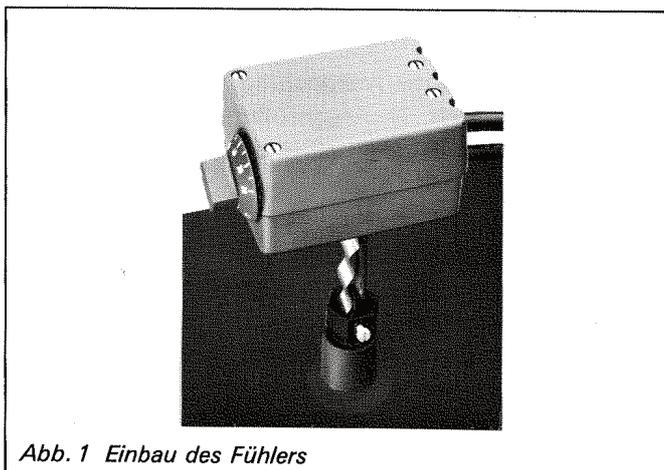

Abb. 1 Einbau des Fühlers
- 2. Kapillarrohrfühler mit Ankopplungsfeder in Tauchhülse schieben (Abb. 1). Anschließend das Gehäuse mit der in dem Hülsenrand befindlichen Arretierschraube befestigen.